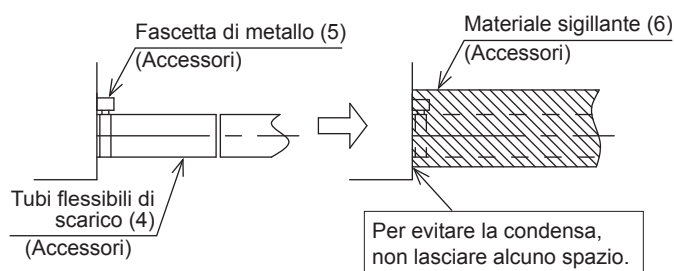

Fig. 6
- Assicurarsi di utilizzare il tubo flessibile di scarico incluso (4) e la fascetta di metallo (5). Inoltre, inserire il tubo flessibile di scarico (4) su tutta la presa di scarico, e serrare la fascetta di metallo (5) in posizione alla base della presa di scarico. **(Consultare le figure 6 e 8.)** (Installare la fascetta di metallo (5) in modo che l'elemento di serraggio sia compreso circa in 45°, come mostrato nella figura).
- Applicare il materiale sigillante incluso (6) alla fascetta metallica (5) nella direzione della freccia a partire dalla base del tubo flessibile di scarico (4) per applicare il materiale isolante. **(Consultare le figure 6 e 8.)**